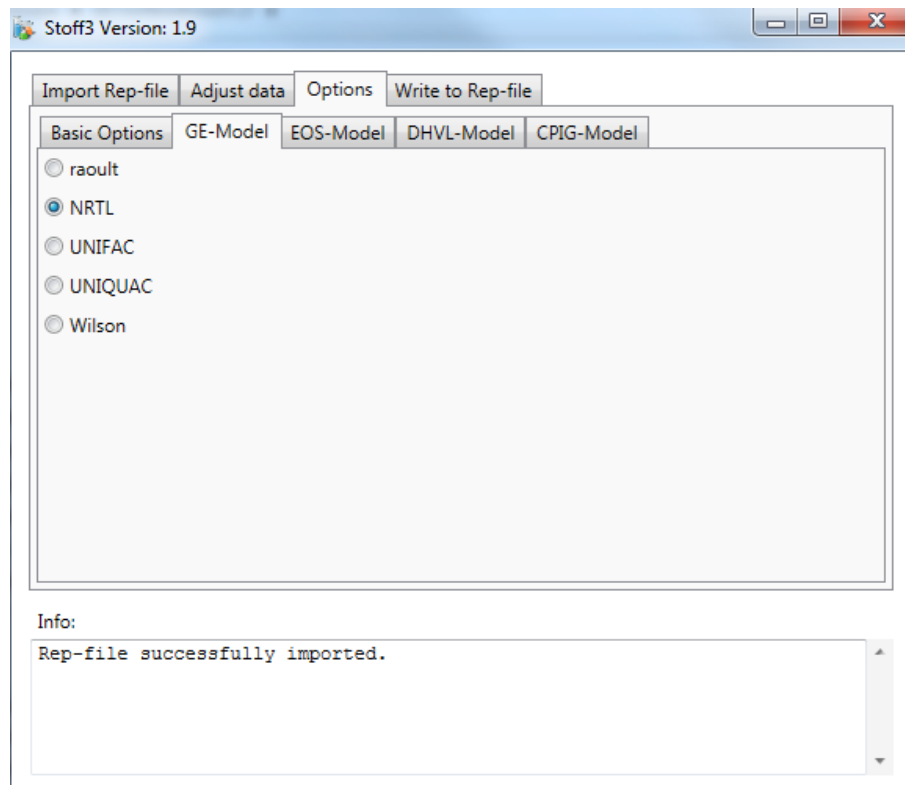

Abb. 4: Reiter zu Stoff3 GE-Model
- Wechsel zum Reiter **GE-MODEL: NRTL** ist hier eine gute Wahl (siehe Abb. 4)